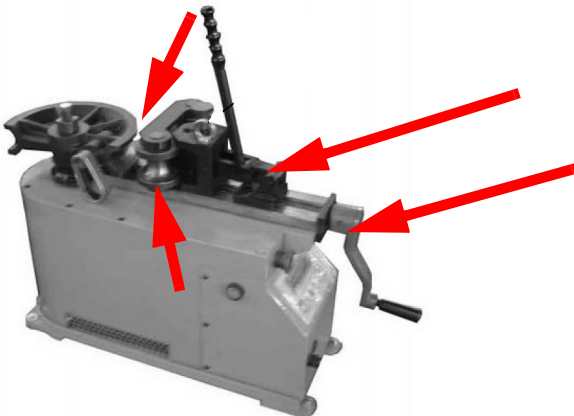

Abb. 13: Gefahrenbereiche an der Rohrbiegemaschine
- Arbeitsbereich der Maschine an den Klemmpunkten des Formers- und des Gegenformers bzw. der Rollen (Abb.13).
- Bereich am Verfahr-Schlitten (Abb.13).